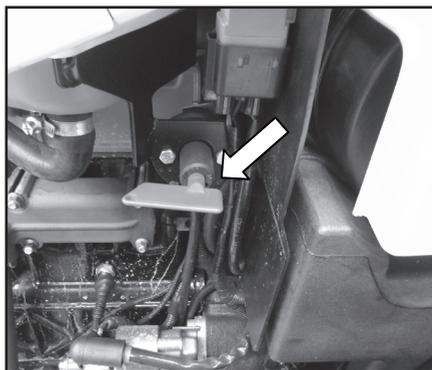

Fig. 5.13
- Commutatore in posizione "ON": impianto elettrico alimentato (Fig. 5.13);